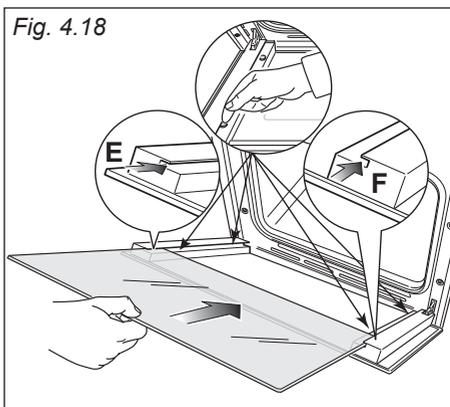

Fig. 4.18
**IMPORTANTE:** È consigliabile, durante l'inserimento del vetro, tenere premuti in posizione i 4 distanziatori "D", mediante un dito, al fine di evitare la rottura o lo sfilamento dei distanziatori stessi (fig. 4.18).
- Inserire il vetro nelle guide "E" ed "F" (fig. 4.18) e farlo scorrere dolcemente fino ai fermi "H" (fig. 4.19).